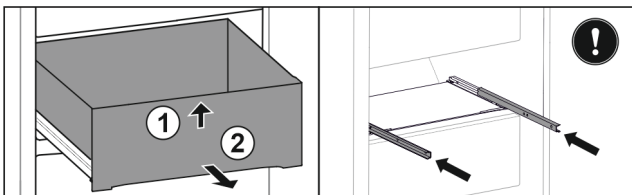

Fig. 158
- ▶ Повдигнете чекмеджето отпред. Fig. 158 (1)
- ▶ Извадете чекмеджето напред. Fig. 158 (2)